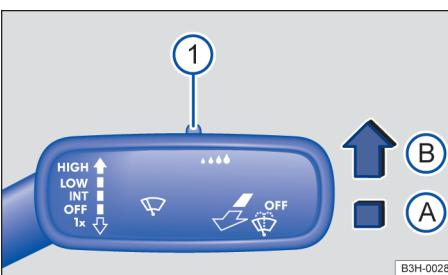

图 71 转向柱右侧：风窗刮水器操纵杆①
将刮水器操纵杆拨至所需位置 → 图 71：
雨量/光线传感器的灵敏度可通过风窗刮水器操纵杆上的开关 → 图 71 ① 手动调节 → ▲。